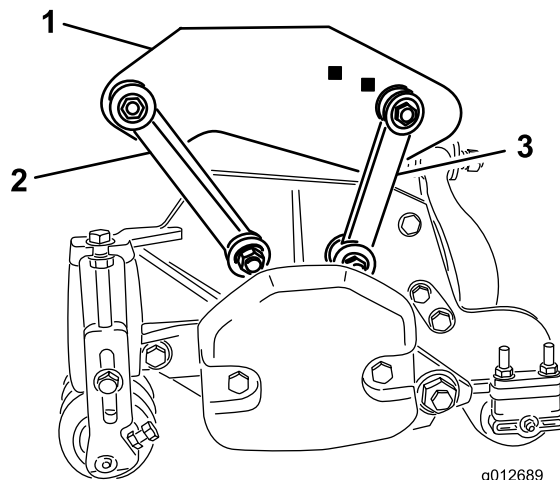

Рисунок 19
- Прикрепите передние монтажные тяги к отверстиям несущих рам с помощью болтов (3/8 x 2-1/4 дюйма), двух плоских шайб и контргаек, как показано на Рисунок 19. Во время монтажа установите с каждой стороны